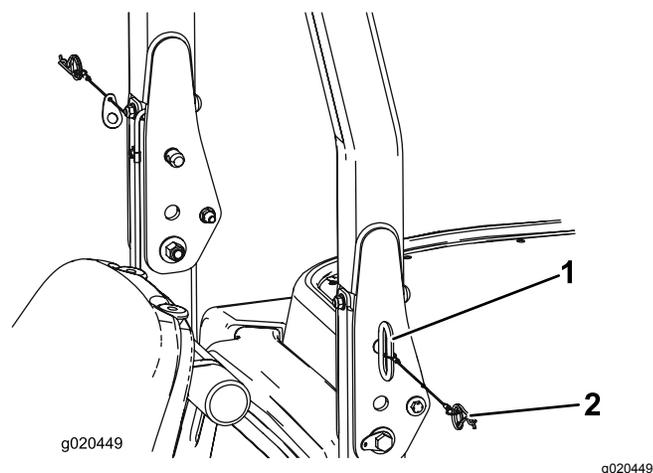

Рисунок 29
1. Для того чтобы опустить защитную дугу, извлеките игольчатые шплинты и выньте два штифта (Рисунок 29).